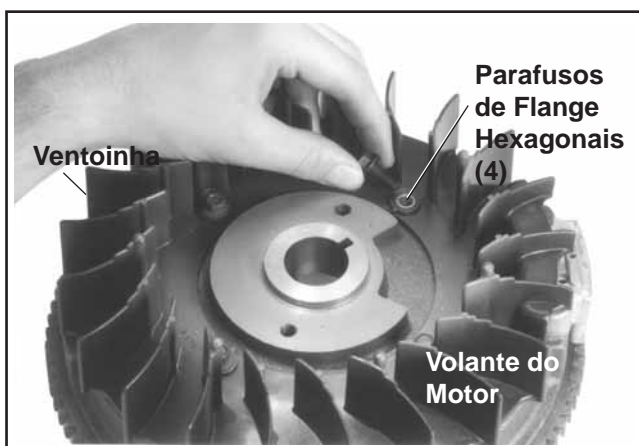

Figura 9-39. Retirar a Ventoinha do Volante do Motor.
4. Retire os quatro parafusos hexagonais e a ventoinha do volante do motor. Consulte a Figura 9-39.